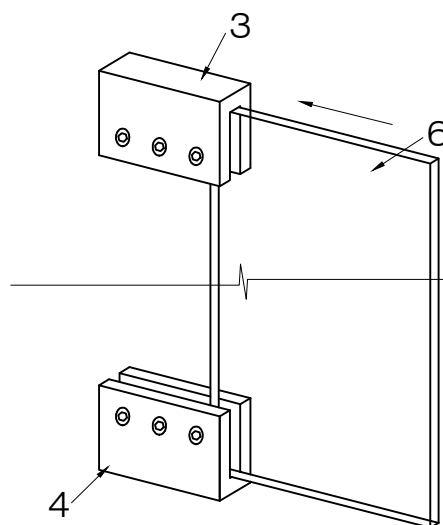

FIG.5A
2. Un installateur insère manuellement la partie convexe de la charnière tournante (n° 3) dans le point concave de la base de charnière tournante (n° 1) et maintient la position. . Les charnières doivent être tournées en position légèrement ouvertes. Tautre installateur soulève le panneau de porte (n° 6) et le fait doucement coulisser dans les deux charnières tournantes simultanément. [CF FIG. 5A]